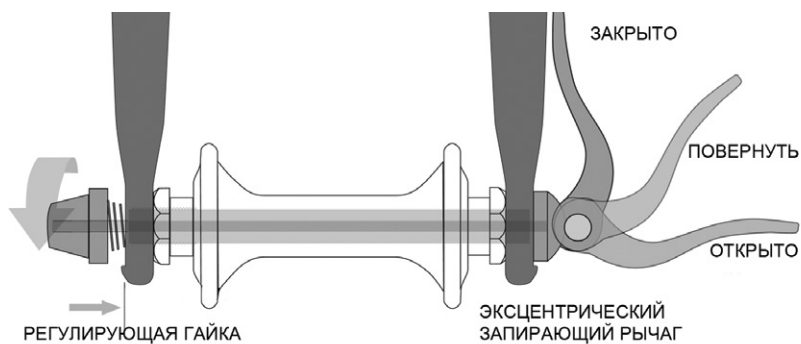
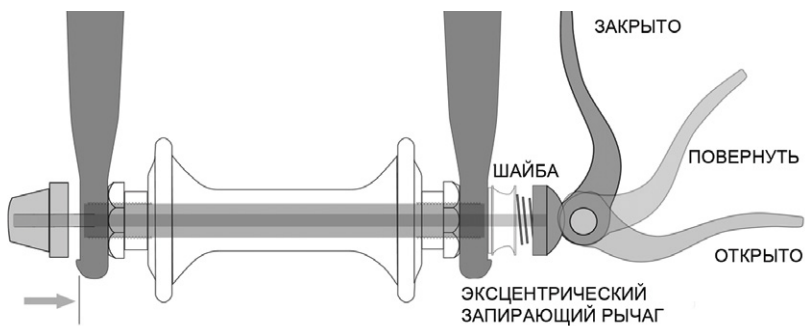

Рис. 2
Рис. 3
1. Сквозь пустотелую ось колеса проходит стяжка-фиксатор, имеющая регулировочную гайку на одном конце и эксцентриковый запирающий рычаг – на другом (эксцентриковая система, рис. 2 и рис. 3).